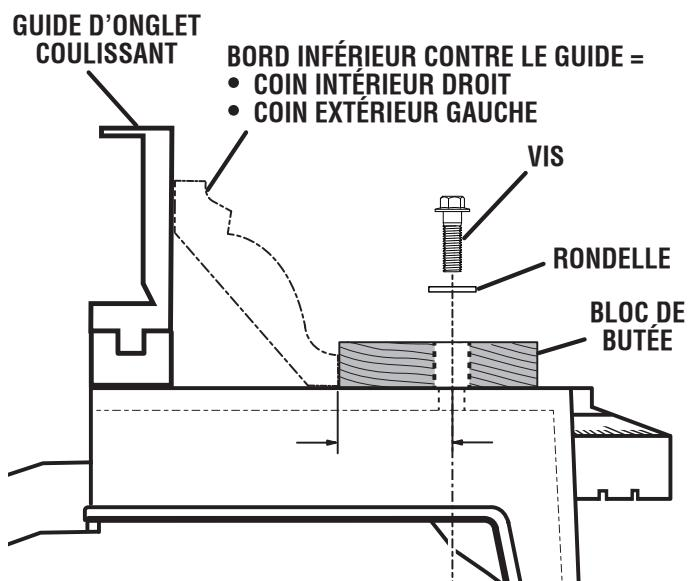

Fig. 36
Voir les figures 36 et 37.
- Emboîter et immobiliser fermement la moulure couronnée contre le guide longitudinal et le bloc de butée, comme illustré à la Fig. 36.